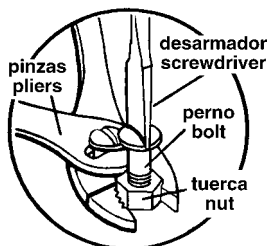

Fig. 10
- Use pliers to hold a nut while you turn a bolt with a screwdriver (Fig. 10).
- Use pinzas, para agarrar una tuerca a la misma vez que voltea el tornillo con el desarmador (Fig. 10).